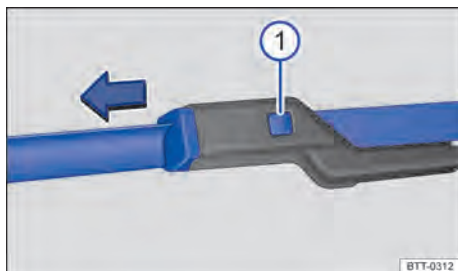

Fig. 168 Substituir as palhetas dos limpadores do para-brisa.
- Manter a tecla de destravamento → Fig. 168 ① pressionada e, ao mesmo tempo, retirar a palheta do limpador do para-brisa no sentido da seta.